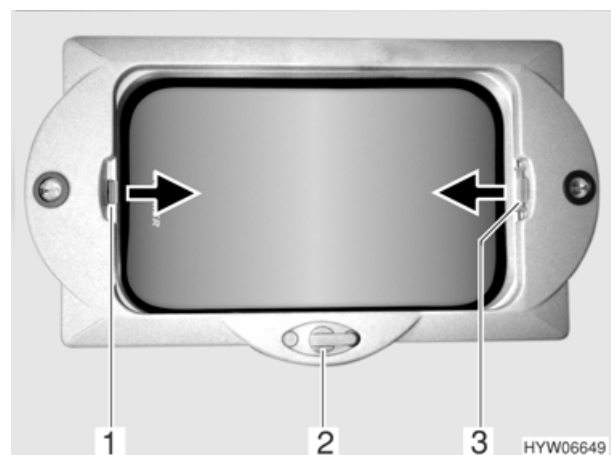

Fig. 26 Oblò a manovella
- Sollevare (aprire) o abbassare (chiudere) l'oblò a manovella ruotando la manovella (Fig. 26,2) in senso corrispondente. Il posizionamento è a piacere.
- Tirare la tendina oscurante pieghevole (Fig. 26,3) nella direzione della freccia fino alla posizione desiderata. La tendina oscurante pieghevole rimane in questa posizione.
- Tirare la zanzariera a rullo (Fig. 26,1) nella direzione della freccia fino a toccare la tendina oscurante pieghevole (Fig. 26,3).
- Premere la maniglia della zanzariera a rullo (Fig. 26,1).